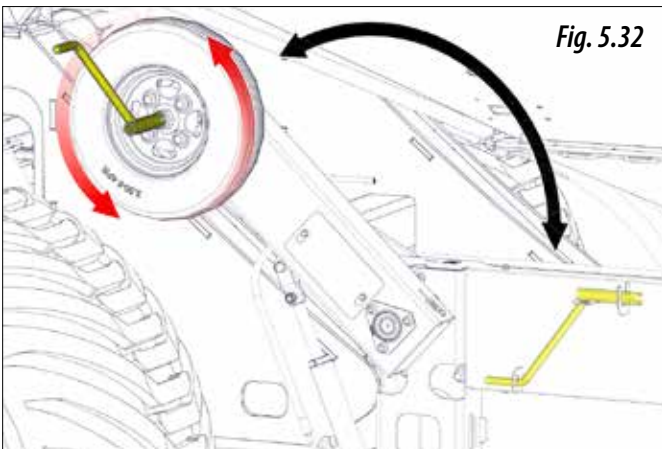

Fig. 5.32
- 4.A.4-** Hacer girar la transmisión de la máquina para vaciar de producto el dosificador (Fig. 5.32).